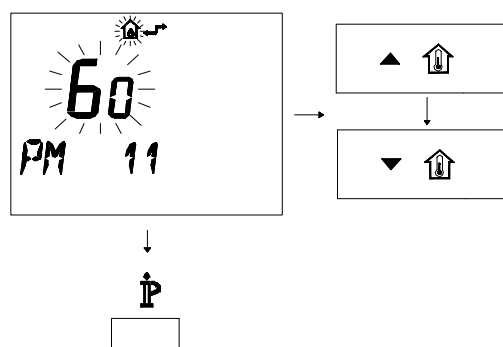

Figura 5.45
- Per modificare il SET programmato agire sui pulsanti **▲** o **▼** e aspettare che il numero programmato cominci a lampeggiare (Figura 5.45). Ogni passo incrementato o decrementato corrisponde a 1 secondi.